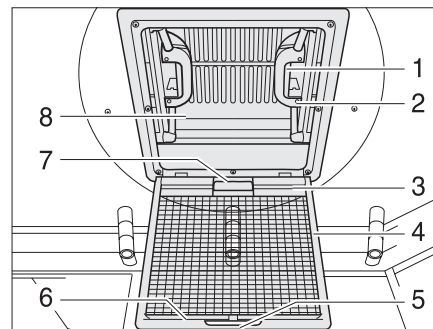

Bild 32 Taklucka med snäpplås
- ▶ Dra i handtaget (Bild 32,5).
- ▶ Fäll ned insektskyddet (Bild 32,4).
- ▶ Tryck snäpplåset (Bild 32,1) mot takluckans insida (Bild 32,8).
- ▶ Tryck samtidigt takluckan uppåt med handtaget (Bild 32,2).
- ▶ Fäll upp insektskyddet (Bild 32,4) så att det hakar i.
- ▶ Fäll ned insektsskyddet (Bild 32,4).
- ▶ Drag kraftigt ner takluckan (Bild 32,8) med hjälp av båda handtagen (Bild 32,2) så långt, att snäpplåsen (Bild 32,1) går i lås.
- ▶ Fäll upp insektsskyddet (Bild 32,4) så att det hakar i.
- ▶ Dra mörklägningsrullgardinen i handtaget (Bild 32,7) och haka fast krokskenan (Bild 32,3) i fästlisten (Bild 32,6) på insektsskyddet.
- ▶ Lossa krokskenan (Bild 32,3) från fästlisten (Bild 32,6) och för långsamt tillbaka mörklägningsrullgardinen.